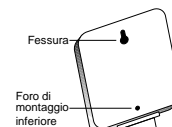

FIGURA 4: Retro della scatola del programmatore
- Infilare l'asola sul retro della scatola del programmatore sulla parte sporgente della vite [vedere Figura 4].